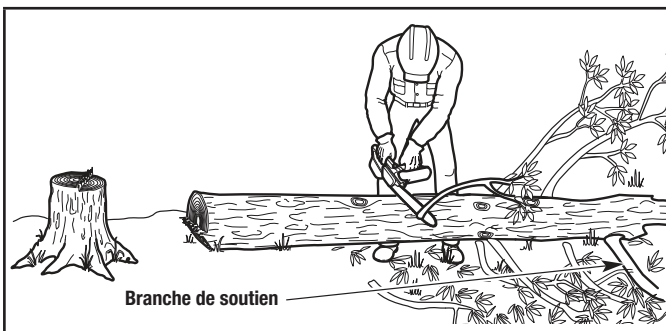

Figure 15
1. Laissez les grosses branches de soutien sous l'arbre pour la fin (Fig. 15). Elles permettront de maintenir l'arbre hors du sol pendant le processus d'ébranchage.
2. Coupez une branche à la fois. Tenez-vous du côté de l'arbre opposé à la branche (Fig. 15). Maintenez le tronc entre l'opérateur et la scie à chaîne. Pour éviter de bloquer la scie à chaîne, les branches sous tension doivent être coupées de bas en haut.